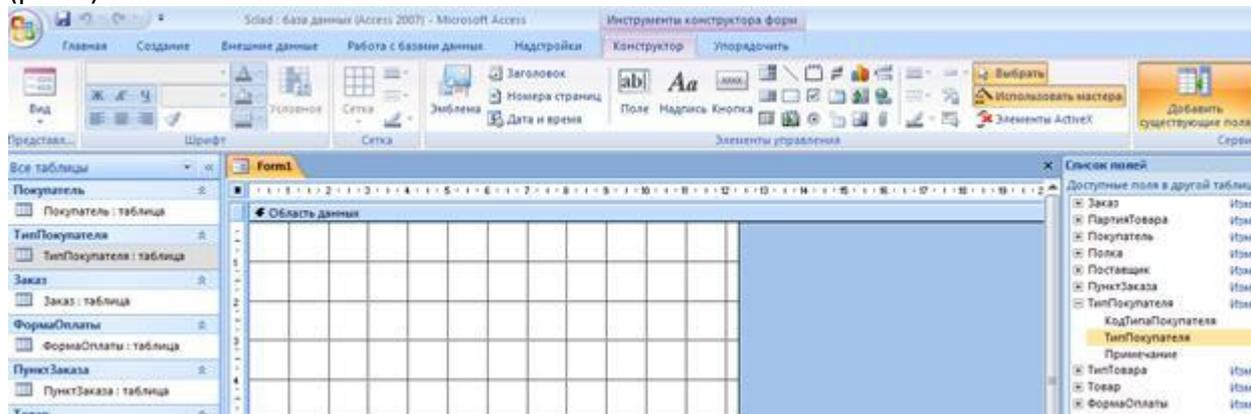

Рис.1. Вызов Конструктора форм для таблицы
1. В меню Создание – Конструктор форм нажмите кнопку Добавить существующие поля и раскройте список полей соответствующей таблицы (рис.1).